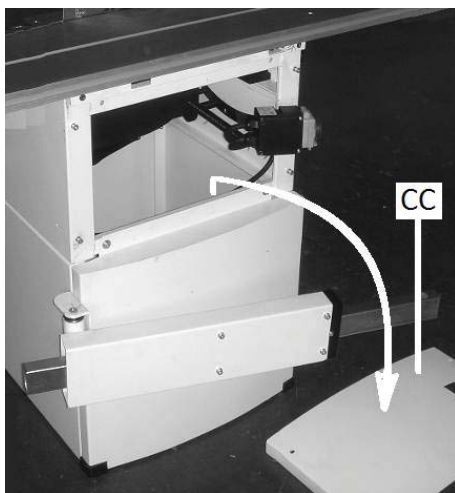
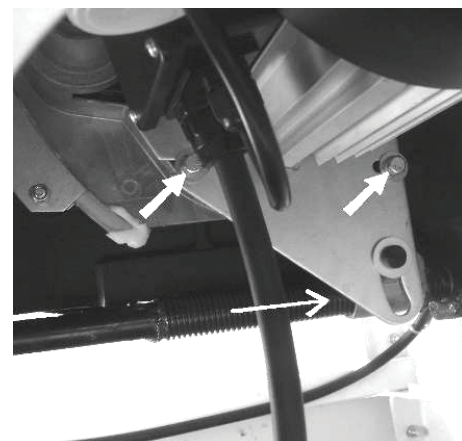

Рис. 25
Рис. 27
- Отключите станок. Открутите болты и снимите переднюю крышку станка. (CC, рис. 25).
- Отключите станок. Снимите переднюю крышку станка. (CC, рис. 25). Снимите 2 шестигранный винта (рис. 27)